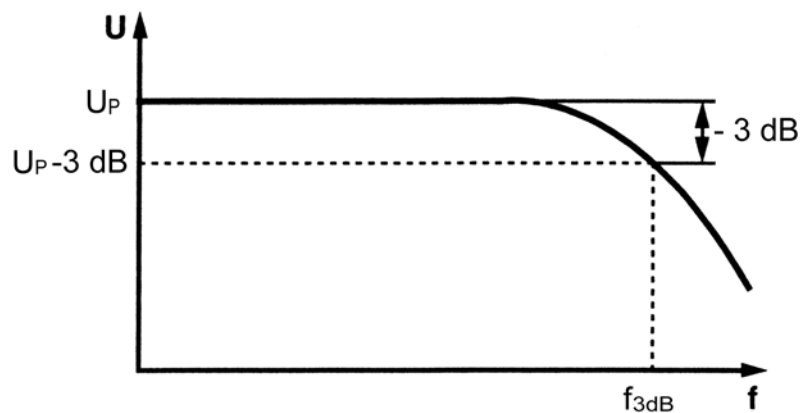

Abbildung 4.4.22 Die 3dB-Bandbreite
- die 3dB-Bandbreite (Abbildung 4.4.22).